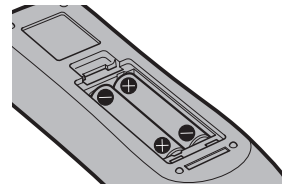

Fig. 2
2) **Inserire le batterie e chiudere il coperchio (inserire prima il lato -).** (Fig. 2)